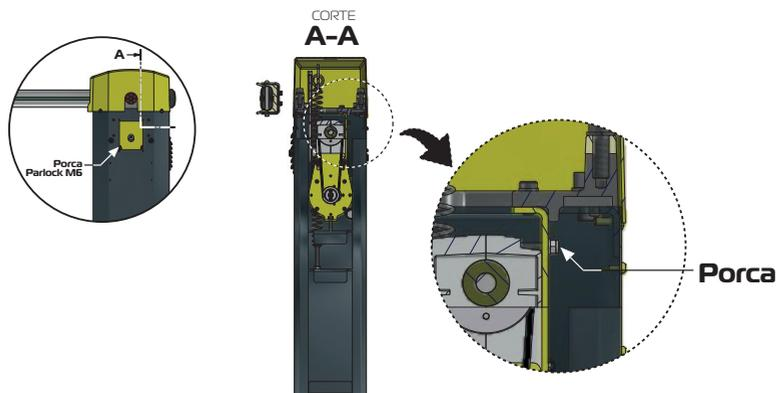

Fig. 24
- Afrouxe as quatro porcas Parlock que fixam o redutor ver Fig. 24.